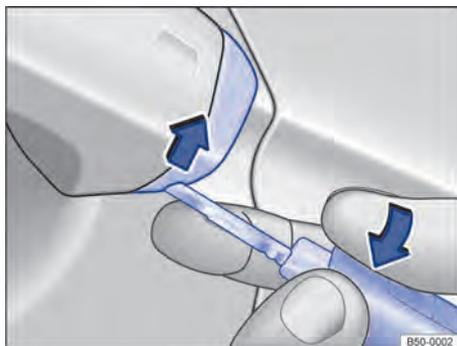

Fig. 61 Maçaneta da porta do condutor: alavancar a capa de cobertura para fora.
- Alavancar a capa de cobertura para fora, juntamente com a chave do veículo no sentido da seta → Fig. 61.